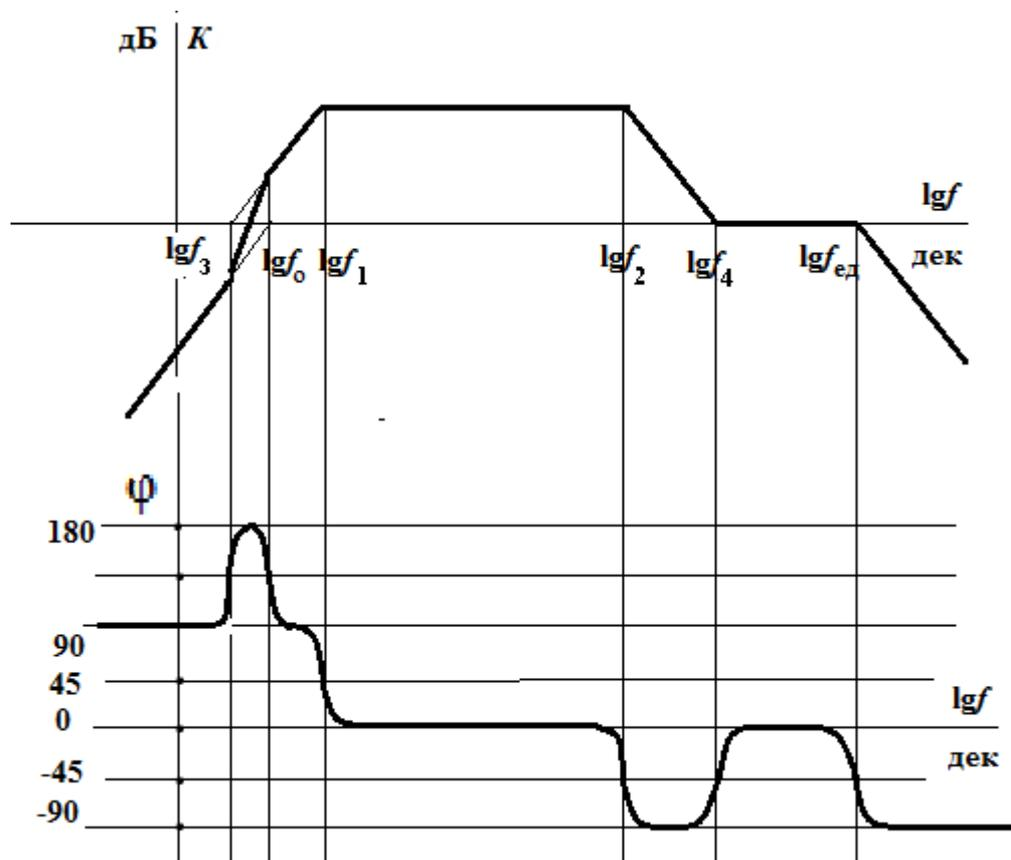

Рис. 19. Построение ЛФЧХ активного фильтра
В соответствии с методическими указаниями теоретического введения в соответствии с условиями (8) строится ЛФЧХ усилителя рис. 19, используя ЛАЧХ усилителя: